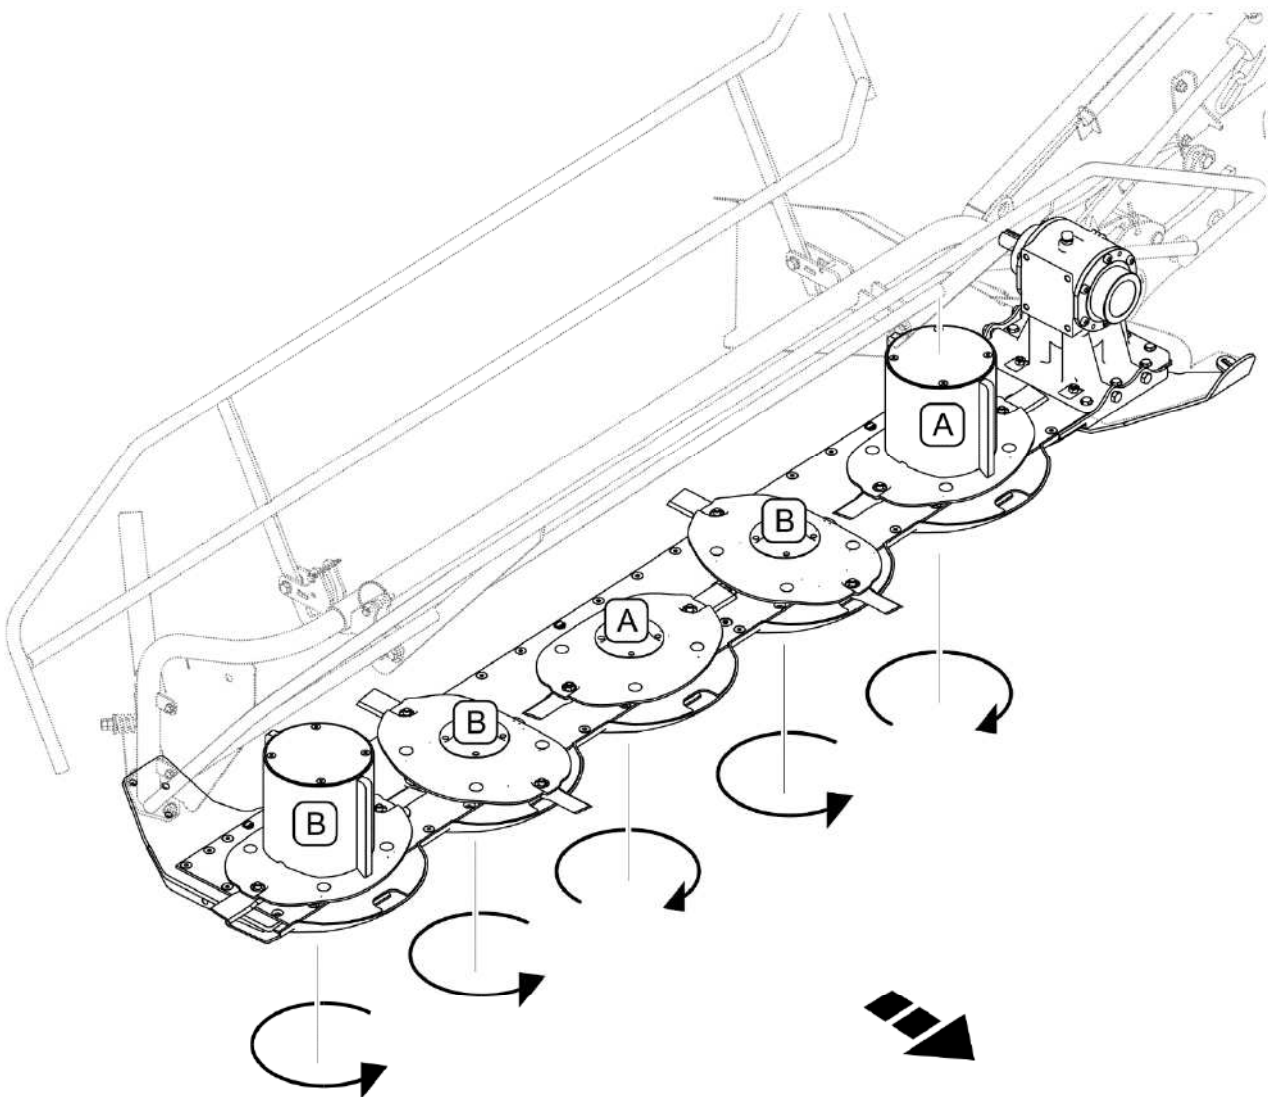

РИСУНОК 5.2 Тип ножа в соответствии с направлением вращения режущих
В связи с различным направлением вращения режущих дисков (РИСУНОК 5.2) режущий брус оснащается правыми (A) и левыми (B) ножами. Направление вращения указывается на ноже.